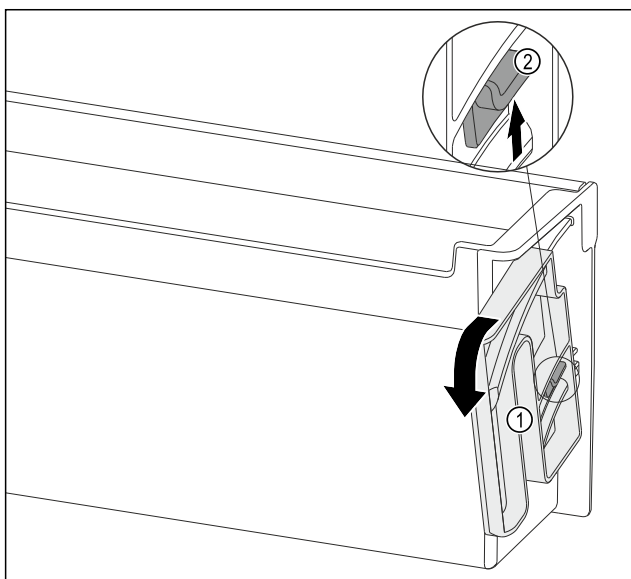

Fig. 142
- Tourner l'unité de rotation *Fig. 142 (1)* dans le sens indiqué jusqu'en butée.
- Pousser la languette *Fig. 142 (2)* vers le haut et retirer l'unité de rotation *Fig. 142 (1)*.